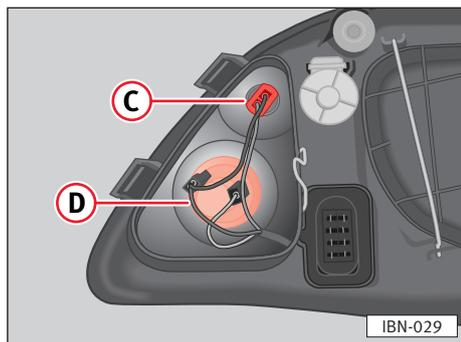

Fig. 154
- Tirar de los cables para liberar el portalámparas de su alojamiento ⇒ fig. 154 ②.